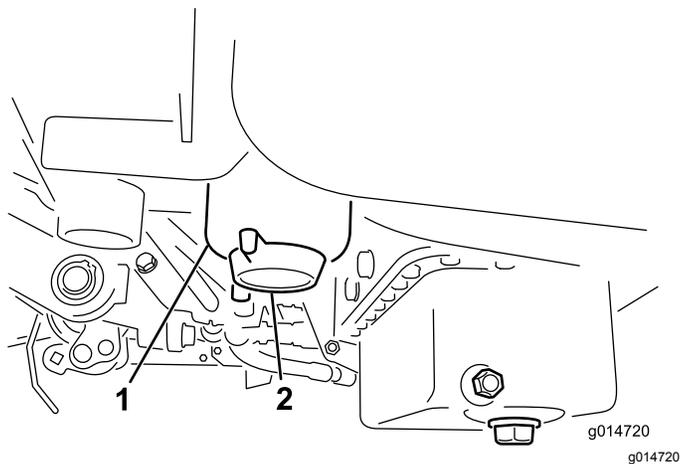

図 34
2. フィルタ容器(図 34)の周辺をウェスできれいにぬぐう。
4. フィルタのドレンプラグを開く(図 34)。